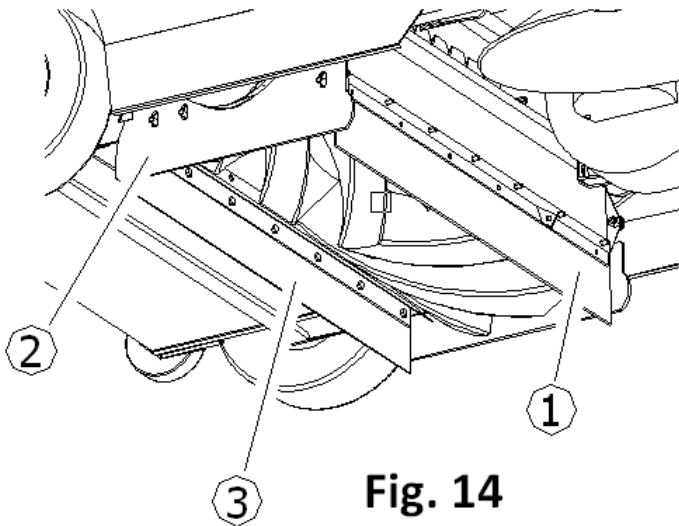

Fig. 14
Alle 90/120 Arbeitsstunden den Zustand der Staubschutzdichtungen Det. 1 (beweglich) und Det. 2 und 3 (3 feststehende) Abb. 14 kontrollieren, die die mittlere Bürste umgeben, bei Bedarf austauschen.
**WICHTIG:** Die Seitenklappen, Det. 2 in Abb. 14 können in der Höhe reguliert werden, indem man sie in den Langlöchern verschiebt. Sollten sie ausgetauscht werden müssen, nach der Montage sicherstellen, dass sie etwa 2 mm vom Boden abgehoben sind.